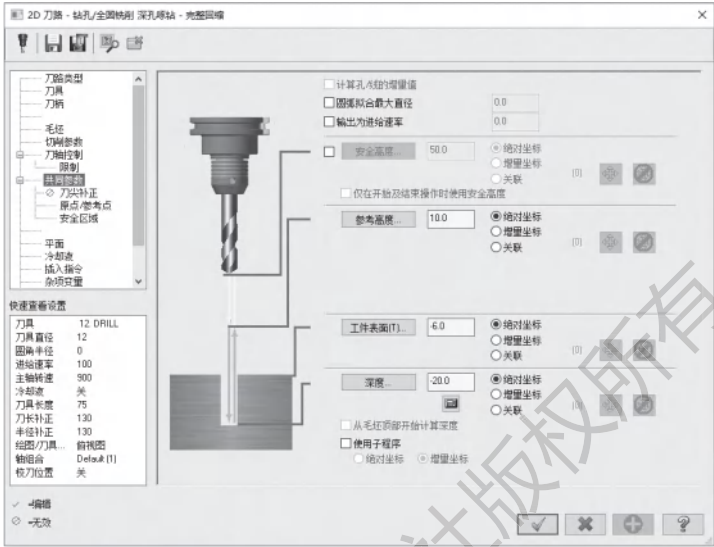

图 10-22 深孔啄钻 - 完整回缩参数设置
4) 打开【共同参数】选项卡，设置【参考高度】为 10.0mm，【工件表面】为 -6.0mm，【深度】为 -20.0mm，选择所有【绝对坐标】选项，如图 10-22 所示。